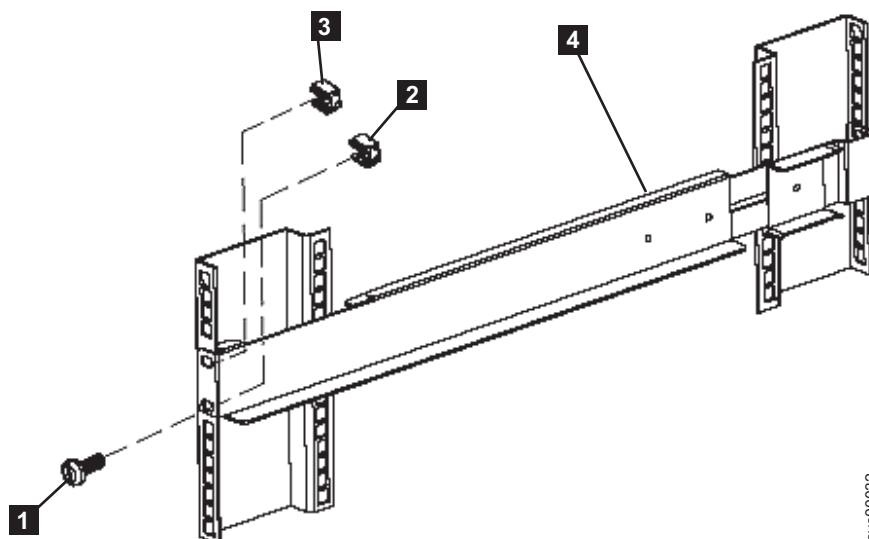

図 52. 2145 UPS-IU への前面レールの固定
8. 1つの M6 × 10 ねじと 1つのクリップ・ナットを使用して、レールの下部の穴のみをラックの前面に取り付けます (図 52 の **1**)。